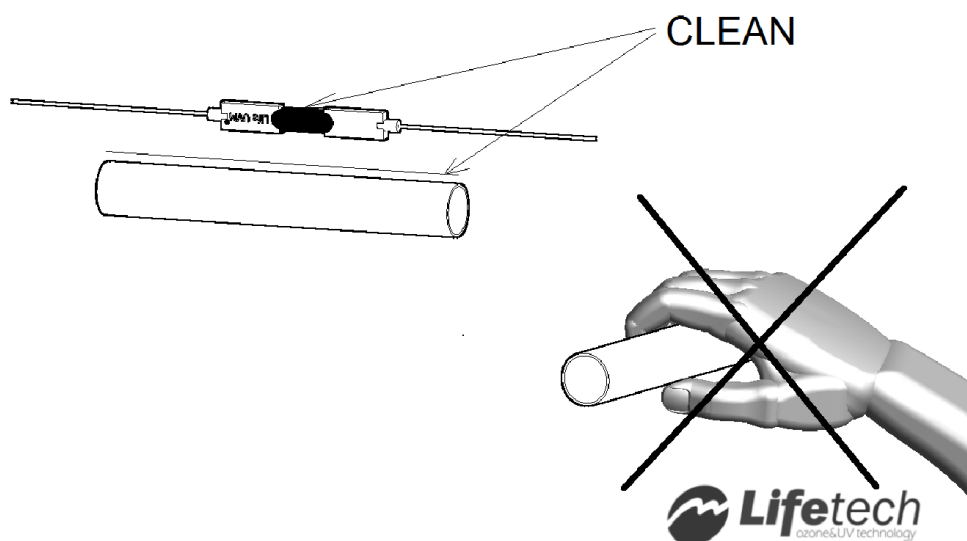

Рис. 8 Очистка поверхности УФ разрядной лампы и кварцевого стекла
- Вставьте УФ разрядную лампу в УФ реактор. Разрядная лампа оснащена уже всеми компонентами, поэтому ее надо уже только осторожно вставить в реактор. Вы можете руководиться инструкцией по замене УФ разрядной лампы, изложенной в п. 6.1. Манипулируя с лампой, всегда используйте чистые хлопковые перчатки. Не трогайте ее поверхность голыми руками! В случае загрязнения поверхности лампы, необходимо очистить ее спиртом и чистым хлопковым лоскутом или бумажной ватой. См. рис. 8.